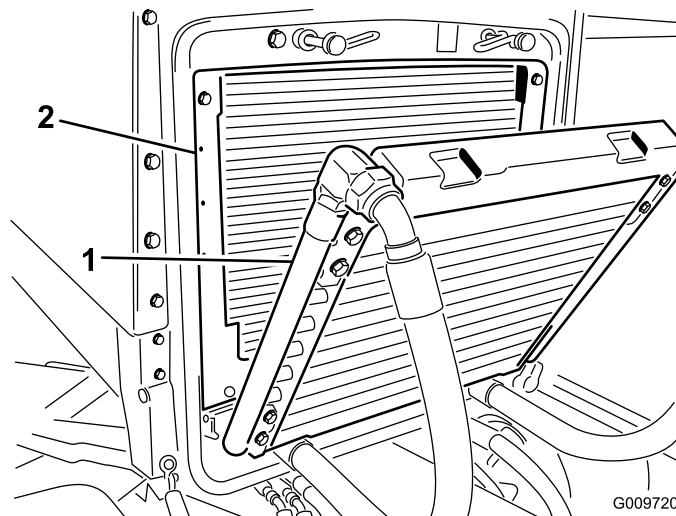

図 76
3. クーラを後ろに傾ける。オイルクーラとラジエターの裏表を（図 76）圧縮空気ですばりに清掃する。機体の前側からエアを吹きつけて後ろ側にゴミを吹き飛ばします。その後、今度は後ろ側から前側に向かって吹きつけて清掃します。この作業を数回繰り返してごみやほこりを十分に落としてください。